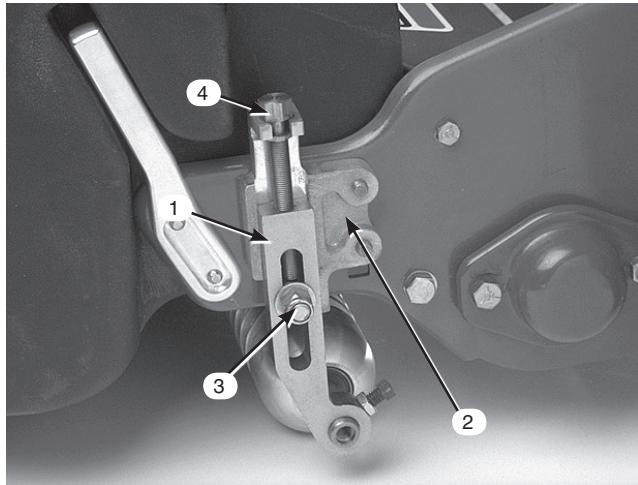

図13
2. 刈り高アームを刈り高ブラケットに固定しているロックナットをゆるめる(図13)。